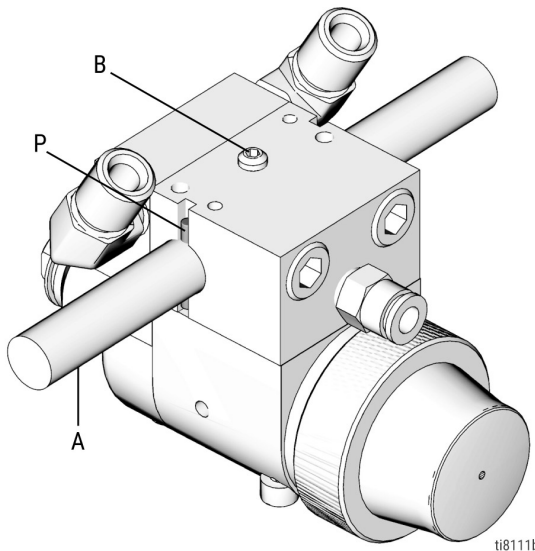

図 6-3: 往復アームの取り付け
1. 図 6-3 に示すように、マニホールドの穴に取り付けバー (A) を差し込みます。